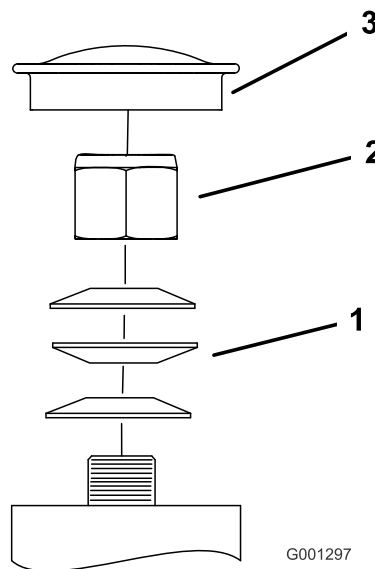

Figure 63
3. Retirez le capuchon antipoussière de la roue pivotante et serrez le contre-écrou (Figure 63).
4. Continuez de serrer le contre-écrou jusqu'à ce que les rondelles élastiques soient aplaties, puis desserrez-le de 1/4 de tour pour obtenir la précharge correcte des roulements (Figure 63).
Important: Veillez à placer les rondelles élastiques comme montré à la Figure 63.
5. Remettez le capuchon antipoussière en place (Figure 63).